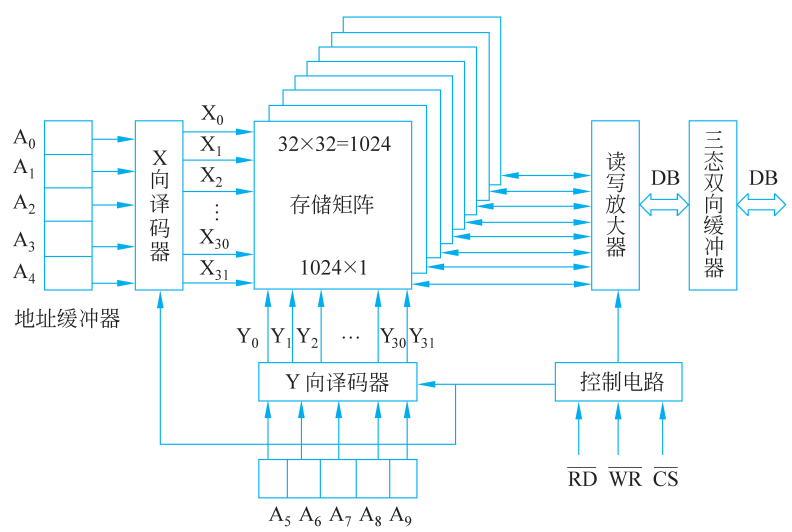

图 5-3 双译码存储器结构
(2) 双译码方式:或称重合译码,双译码方式存储器结构如图 5-3 所示。它将地址码分为 X 与 Y 两部分,用两个译码电路分别译码。X 向译码又称行译码,其输出线称行选择线,它选中存储矩阵中一行的所有存储单元。Y 向译码又称列译码,其输出线称列选择线,它选中存储矩阵中一列的所有存储单元。只有 X 向和 Y 向的选择线同时选中的那一位存储单